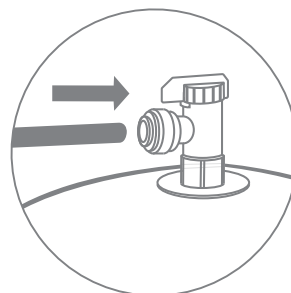

Рис. 18
2. Подключите свободный конец синей трубки 1/4", идущей от фитинга-тройника угольного постфильтра к вентилю накопительного бака: вставьте пластиковую трубку в вентиль до упора (рис. 18), для герметизации соединения приложите дополнительное усилие, при этом трубка утопится еще примерно на 3 мм и будет плотно обжата резиновым кольцом фитинга.